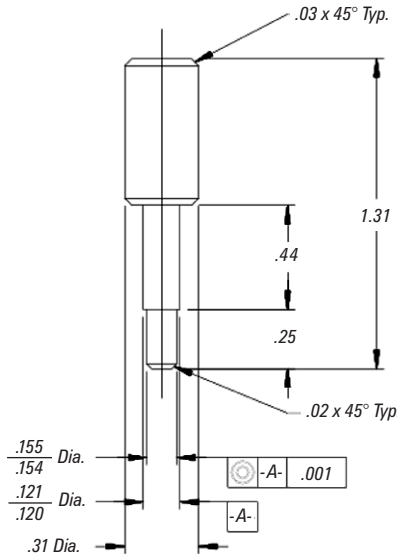

Figura 15 Herramienta de Alineación del Relé
Una herramienta de alineación (Figura 15) no es esencial para el montaje del relé, pero el uso de la herramienta permitirá evitar el consumo excesivo de aire y la zona muerta. La herramienta está incluida en todos los juegos de piezas de repuesto para relés o puede pedirse individualmente.
4. Inserte el extremo pequeño de la herramienta de alineación (Figura 15) dentro del orificio en el cuerpo superior del relé. Si la herramienta no entra dentro del orificio del conjunto de membrana, mueva ligeramente las piezas del relé hasta que se inserte completamente. La herramienta de alineación debe permanecer en su sitio hasta que se aprieten todos los tornillos.